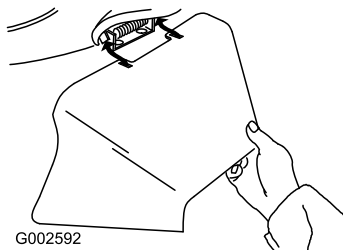

Bild 31
- Setzen Sie den Seitenauswurfkanal ein und schließen Sie die Klappe auf dem Auswurfkanal (Bild 31).